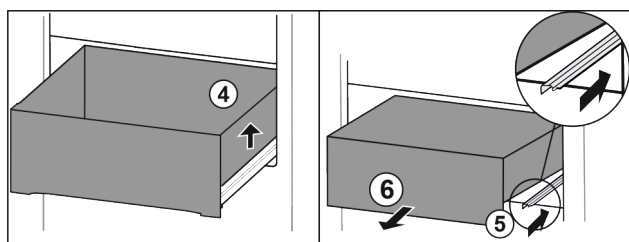

Fig. 24
- ▶ Schubfach rechts anheben. Fig. 24 (4)
- ▶ Rechte Schiene einschieben. Fig. 24 (5)
- ▶ Schubfach nach vorne entnehmen. Fig. 24 (6)